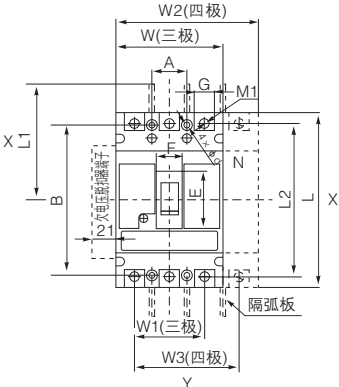

图3 固定式板前接线
• 外形尺寸见图3~图6及表10、表11
- 1) 板前接线外形尺寸见图3(X-X、Y-Y为三极断路器中心)
• 固定式板前接线安装尺寸见图3、表13